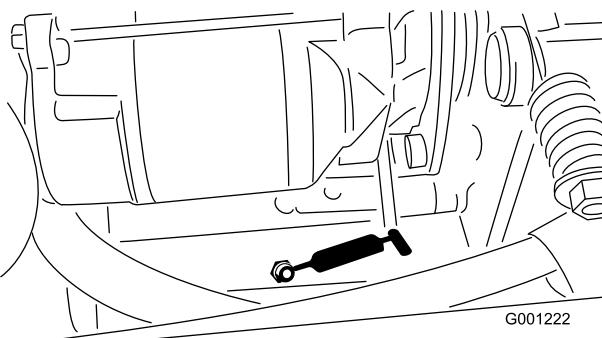

Figura 40
- Articulação da tomada de força (Figura 40)
- Rolamento traseiro da tomada de força (Figura 40)